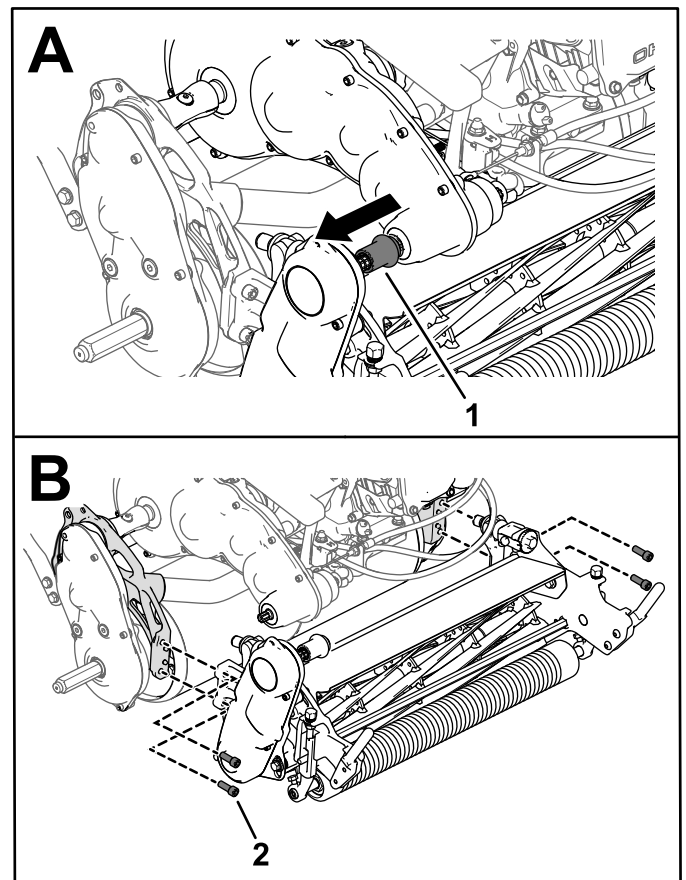

图 51
3. 从变速箱驱动轴松开滚刀组驱动联轴器 图 51。
4. 卸下将滚刀组固定到机架上的六角头螺丝图 51。